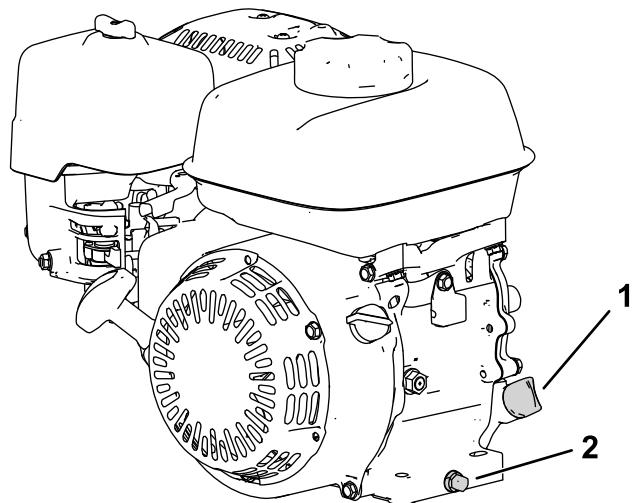

Figura 17
2. Coloque a máquina de maneira a que o motor esteja nivelado e limpe a área à volta do tubo de enchimento de óleo (Figura 17).
3. Retire o tampão de escoamento (Figura 17).